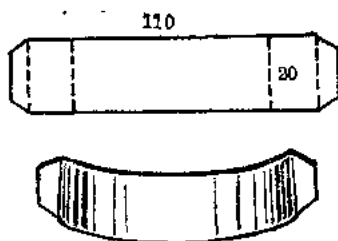

图 17
i. 小横梁(序号 4) 按图 17 用马粪纸做小横梁, 尺寸是 110×20 [毫米]², 共两片, 弯成凸形, 然后凸面向外地固定在上横梁两侧, 比立柱上螺帽下边低约 3~4 毫米处。